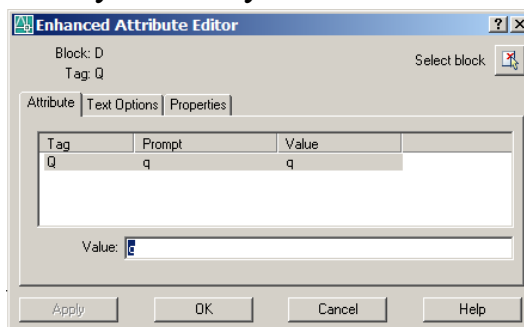

Рис. 6.5. Вікно модифікації атрибутів команди **EATTEdit**.
**EATTEdit** виводить вікно (рис. 6.5.) редагування значень атрибутів. Викликається при подвійному щиклику на блоці та з контекстного меню.